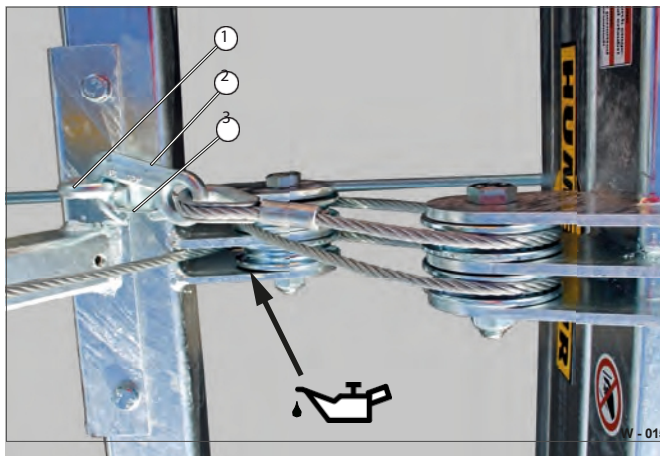

Fig. 15 Kontroll av styrningen / säkring av vajern
- Kontrollera att kroken (bild 15/2) inte är skadad eller deformerad - kroken måste säkras med en fjäderklämma (bild ).15/3
- Fäst kroken i ögla (se bild 15).